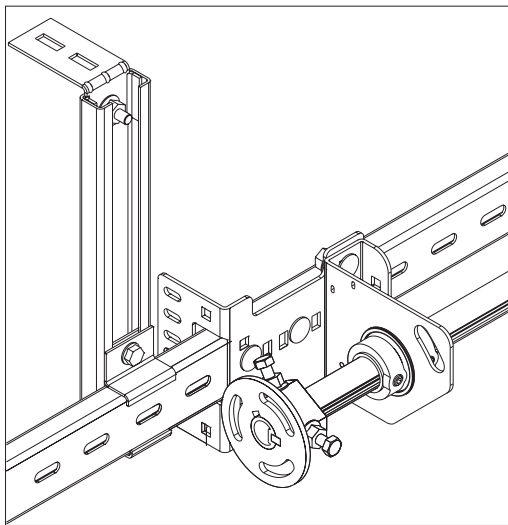

Рис.23.4
2) смонтировать подвес и установить его рядом с промежуточным суппортом (рис. 23.4).